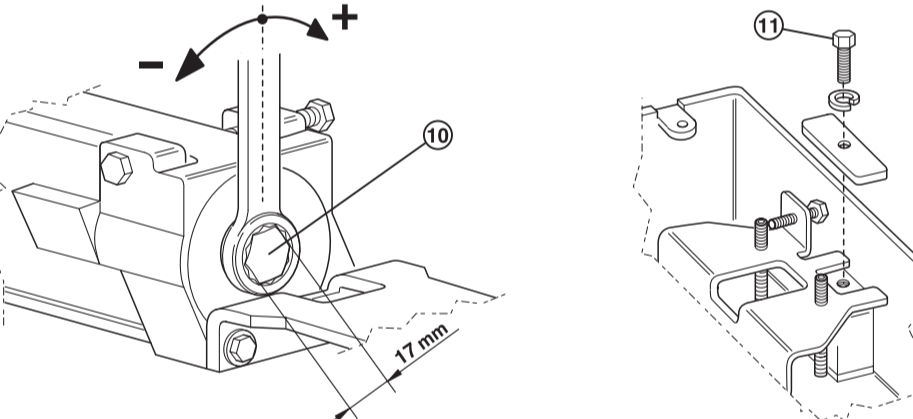

FIG. 1
- Der Aufkleber, der die Achsöffnung abdeckt, ist zu entfernen, dann die gewünschte Achse aufstecken siehe **Abb. 1**.
- Die Beiden Beschläge (6) und (7) werden auf die Tür montiert. Es ist darauf zu achten, dass beide absolut gut ausgerichtet sind.
- Die Öffnung im Boden vorbereiten. Den Zementkasten (5) einsetzen, unbedingt auf gleicher Höhe wie der fertige Boden. Vergewissern Sie sich, dass der markierte Mittelpunkt des Zementkastens genau senkrecht zu dem oberen Beschlag (7) ausgerichtet ist. Der Zement kasten wird nun, auf gleicher Höhe wie der fertige Boden, eingemauert.
- Der Türmechanismus kommt mittig im Zementkasten (5) mit Hilfe der für die waagerechte Regelung vorgesehenen Schrauben (3).
- Schliessen Sie ganz, ohne Überdrehen, die Schnelligkeitsschrauben (1) e (2). Mit Hilfe eines flachen Schlüssels, drehen sie die Achse um etwa 60° in Öffnungsrichtung. Ehe die Achse zur geschlossenen Position zurückkommt, wird die Tür mit Hilfe des unteren Beschlages (6) auf die Achse gesetzt und mit dem oberen Beschlag (7) und (8) am Rahmen befestigt.
- Die Schnelligkeitsschrauben (1) und (2) sind leicht zu öffnen, um die Tür zu schliessen. Die Tür ist nun vollständig auszurichten, waagrecht mit Hilfe der Schrauben (3) und senkrecht mit Hilfe der Schrauben (4). Vergewissern Sie sich, dass die Tür nicht scheuert und dass der obere Zapfen mit der unteren Achse genau senkrecht ausgerichtet ist. Die Schrauben (9) und (11) sind gut anzudrehen, damit der Türmechanismus fest und mittig im Zementkasten sitzt.
- REGELN DER ÖFFNUNGS- UND SCHLIEßGESCHWINDIGKEIT:** Durch Drehen der Schraube (10) in Uhrzeigerichtung wird die Stärke erhöht. Durch Drehen in der gegenseitigen Richtung wird die Stärke vermindert.
- GEHEN SIE ZUM REGELN DER SCHLIEßGESCHWINDIGKEIT WIE FOLGT VOR:** Kompletzt schließen, ohne Überdrehen, der Bremsgeschwindigkeits-Schraube (2). Öffnen Sie die Tür bis zu einem Winkel von ca. 80° und regeln Sie die Anfangsgeschwindigkeit (-175° - 15°) mit Ventil (1) wie gewünscht. Regeln Sie nun den Endschlag mit Ventil (2) bis zur gewünschten Geschwindigkeit (schneller, gleich oder langsamer als die ursprüngliche Geschwindigkeit). Es wird empfohlen, die Schrauben der Schließgeschwindigkeit mit jeweils 1/4-Umdrehung zu regeln. Bitte beachten Sie, dass mit 3 vollen Umdrehungen, beginnend ab vollkommen geschlossenen Zustand, die maximale Geschwindigkeit erreicht wird. **Weitere Drehungen können Ölverlust zur Folge haben, mit gleichzeitigem Verfall der Garantie.**
- Retirar el adhesivo que cubre el alojamiento para el eje e instalarlo como se indica en la **Fig.1**.
- Montar en la puerta el brazo inferior (6) y superior (7) perfectamente alineados.
- Colocar la caja de instalación (5) en el agujero previamente preparado, asegurándose de que el punto central marcado en la caja está perfectamente alineado con la pieza en el marco del brazo superior. Comprobar que la caja está al nivel del piso terminado y cementar.
- Introducir el cerrapuertas en la caja de instalación (5) y centrarlo horizontalmente con los tornillos de regulación (3). **Coloque el embellecedor del eje (12) antes de colgar la puerta.**
- Cerrar completamente las dos válvulas de velocidad (1) y (2), pero sin forzarlas. Utilizando una llave inglesa, girar el eje del cerrapuertas unos 60° en el sentido de apertura de la puerta. Ahora, antes de que el eje vuelva a la posición de puerta cerrada, colgar la puerta sobre el eje del cerrapuertas y conectar las piezas del brazo superior con el bulón (8). Bloquear el bulón.
- Abrir ligeramente las válvulas de velocidades (1) y (2) para permitir que la puerta se cierre. Alinear la puerta con los tornillos de regulación horizontal (3) y vertical (4). Asegurar de que la puerta no tenga puntos de fricción y de que el pivote superior (7) está a plomo con el eje del cerrapuertas. Fijar el cerrapuertas en la caja (5) apretando los tornillos (9) y (11).
- REGULACIÓN DE LA FUERZA DE CIERRE (Y APERTURA):** en la caja de instalación: Apretar los tornillos (3). Colocar las placas (9) sobre los tornillos (10). Asegurarse de que las placas apoyan perfectamente sobre el cerrapuertas. Apretar las tuercas (11) en los tornillos (10), sin excederse. Si dispone de una llave dinamométrica aplique un apriete de 10-15 Nm.
- REGULACIÓN DE VELOCIDADES:** Cerrar del todo la válvula de golpe final (2), pero sin apretar demasiado. Abrir la puerta 80° y regular a voluntad la velocidad de cierre con la válvula (1) mientras se está cerrando. Regular la velocidad final abriendo la válvula (2) suavemente. Se recomienda girar las válvulas un cuarto de vuelta cada vez, teniendo presente que partiendo de la posición cerrada, la velocidad máxima se obtiene con tres giros completos. **No sobrepasar nunca este límite, ya que se podría producir una pérdida de aceite, anulando la garantía de fábrica del producto.**
- Fjern beskyttelsesfolien og monter spindlen som vist i **fig. 1**.
- Monter bund (6) og top (7) beslag til døren, under sikring af at beslagene er helt parallelle.
- Forbered hul i gulvet for nedstøbning af sænkekasse (5). Sænkekassen skal være i samme niveau som færdigt gulv. Vær opmærksom på, at spindelens på dørlukkeren skal passe til drejaksen på døren.
- Monter gulvdørlukkeren i sænkekassen (5) og centrér den ved hjælp af de horizontale justeringsskruer (3). Dæksel (12) placeres over spindel, inden dørpladen monteres.
- Ventiler (1) og (2) til hastighedsregulering skrues til minimum position. Ved hjælp af svensknøgle roteres spindlen ca. 60° i åbneretningen. Døren installeres på gulvdørlukkeren således, at den nederste arm (6) først placeres på spindlen, hvorefter toppen af døren monteres på topspindlen (7) ved hjælp af tap (8).
- Inden døren føres tilbage til lukket position, skrues en smule op for ventilerne (1) og (2) til hastigheds-regulering. Døren lukkes. Døren justeres til perfekt lukket position ved hjælp af side / horizontale justeringsskruer (3). Check at døren ikke har nogen mekanisk modstand / friktion i åbne/lukkeområdet. Check at topspindlen er i linie med gulvspindlen. Placer dørlukkeren i sænkekassen (5) og spænd skruerne (9) og (11).
- JUSTERING AF ÅBNE/LUKKEKRAFT.** Justeres på frontskruen (10). Med uret for at øge kraften, og mod uret for at reducere kraften.
- JUSTERING AF LUKKEHASTIGHED:** Ventil (2) skrues til minimum position. Døren åbnes til en åbningsvinkel på ca 80° og lukkehastigheden (175°-15°) justeres på ventil (1). Juster ventil (2) til ønsket lukkeeffekt (15°-0°) (hurtigere - samme hastighed - langsommere). Det anbefales at justere ventilerne 1/4 omgang for hvert forsøg. Maximum justering er 3 hele omgange. **Ved overspænding kan der opstå skade på dørlukkeren.**